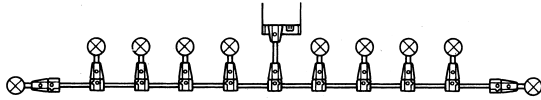
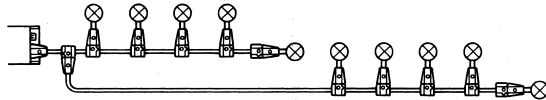

Abb. A 2
Abb. A 3
- Vermeiden Sie lange Ketten (Abb. A 3) und verzweigen Sie im Bedarfsfall das Verlegekabel (Abb. A 2).